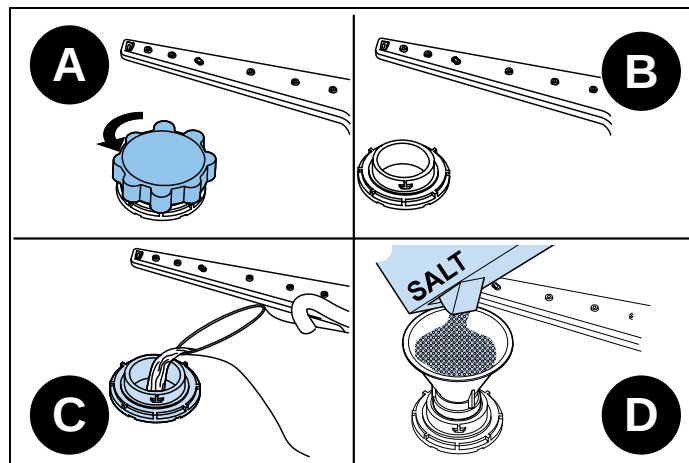

Fig. 60
- 1) Per riempire la lavastoviglie di sale, rimuovere il cestello inferiore e aprire il tappo dello scomparto del sale ruotandolo in senso antiorario. Fig. 60 A-B
- 2) Al primo utilizzo, riempire lo scomparto con sale e acqua (Fig. 60 C) fino al livello di traboccamento. Se disponibile, usare l'imbuto (Fig. 60 D) per facilitare il riempimento.